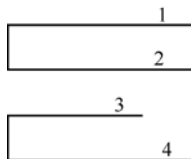

图 3-52 假设绘制好的图形
1) 假设已经绘制好如图 3-52 所示的图形,其中线段 1、2、3 和 4 相互平行,线段 2 和线段 3 的长度并不相等。